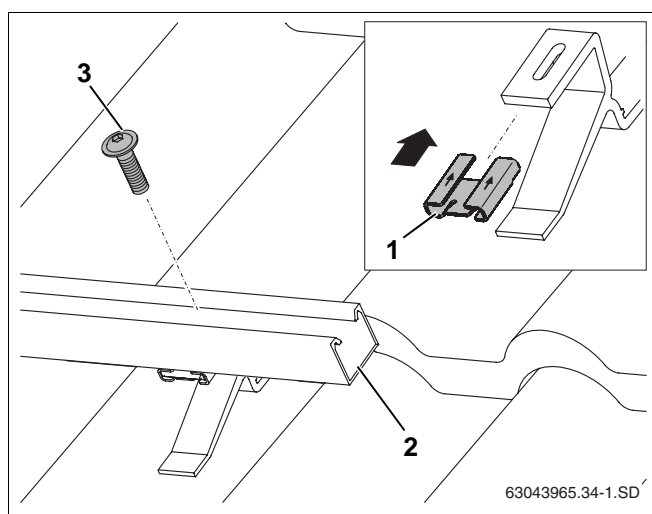

Bild 32 Fäst profilskenorna på takhaken
- ▶ Skjut låsbrickan (bild 32, **pos. 1**) i pilens riktning mot takhaken.
- ▶ Lägg den nedre profilskenan (bild 32, **pos. 2**) på takhakarna och dra åt endast lätt med skruv M8 (bild 32, **pos. 3**), så att profilskenorna fortfarande kan justeras.